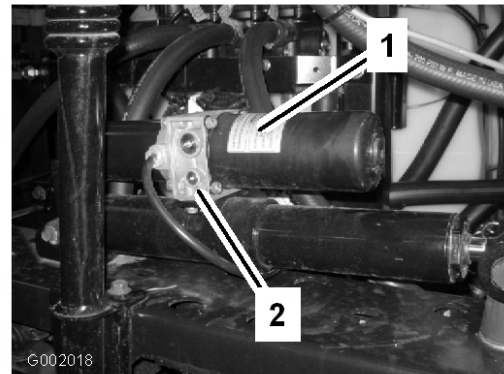

Figure 69
1. Localisez le clapet de décharge manuel de l'actionneur sur chaque rampe. Le clapet de décharge manuel est le plus petit des valves et se trouve d'un seul côté du corps de l'actionneur (Figure 69).